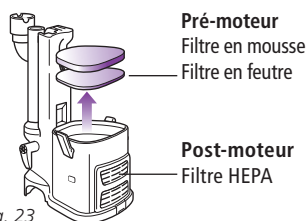

Fig. 23
- 2 Enlevez les 2 filtres à partir du dessus du socle du moteur. **(Fig. 23)**